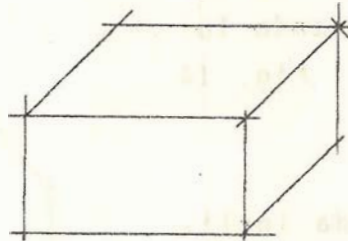

Fig. 12
- d) Por los puntos determinados trace paralelas a los ejes oblicuos, determinándose así el cubo oblicuo. Fig. 12.